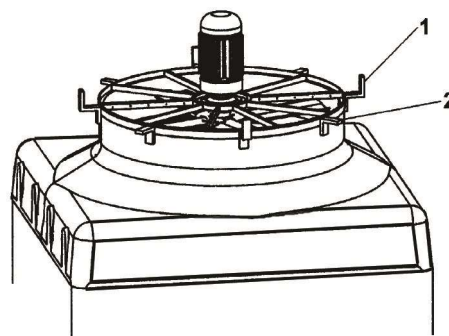

Fig. 10
1. Place (if they don't come already fitted) the "Z" or "L"-shaped profiles (Fig 10/1), which are in one of the spokes of the fan support, in order to serve as a guide.
3. Locate the silencer on top of the upper cap, supporting it on the "L" or "Z"-shaped profiles (Fig 10/2) arranged on the fan supporting ring.
1. Placer (s'ils ne sont déjà placés) les profils en forme de «Z» ou «L» (fig. 10/1), qui se trouvent dans un des rayons du support du ventilateur, pour qu'ils servent comme guide.
3. Placer le silencieux sur le capuchon et l'appuyer sur les profils en «L» ou «Z» (fig. 10/2) disposés sur l'anneau support du ventilateur.
1. Colocar (si no están montados) los perfiles en forma de "Z" ó "L" (fig. 10/1), que se encuentran en uno de los radios del soporte del ventilador, para que sirvan de guía.
3. Situar el silenciador encima de la caperuza y apoyarlo sobre los perfiles en "L" ó "Z" (fig. 10/2) dispuestas en el aro soporte del ventilador.